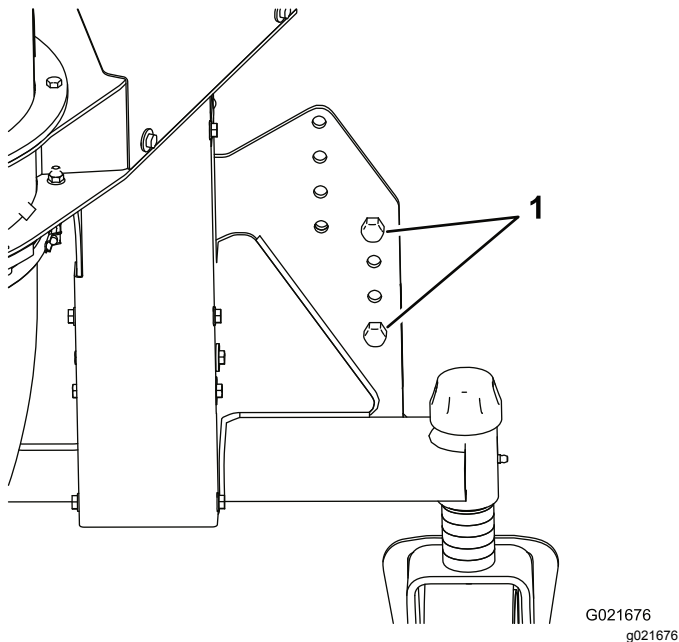

Bild 7
9. Schieben Sie die Kiste vom Bläser weg und senken Sie diesen ab, bis die Rollen den Boden berühren und das Band straff halten (Bild 7).